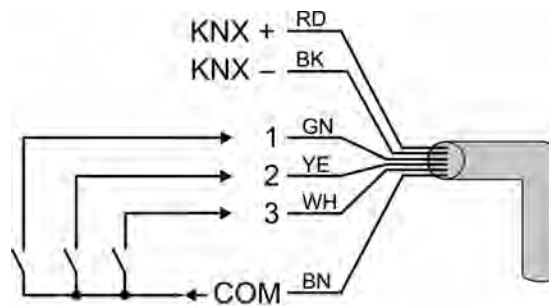

Bild 5: Anschluss der Nebenstelleneingänge
- Nach Bedarf potentialfreie Kontakte an die Eingänge anschließen (Bild 5).
- ① Zum Anschluss potentialfreier Kontakte an die Steuerleitung geeignete Verbindungsklemmen verwenden.
- ① Das Bezugspotential "com" darf nur mit Bezugspotentialen anderer Geräte baugleichen Typs (!) zusammengeschaltet werden.